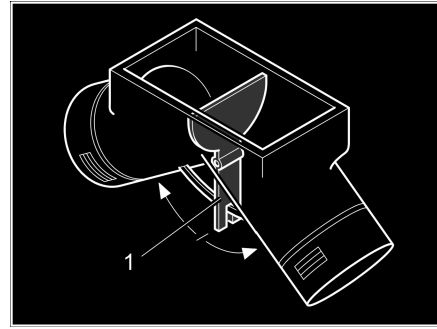

Fig. 113 Ventilador de circulación de aire, tapa de ajuste en posición central
En la posición central, el aire caliente se distribuye uniformemente sobre ambas salidas de aire caliente. La palanca de mando (Fig. 113,1) para la tapa de ajuste se ha incorporado bajo la tapa del suelo en el armario ropero.
- Accionar la palanca de mando (Fig. 113,1) en la dirección de la flecha hasta alcanzar la posición deseada.